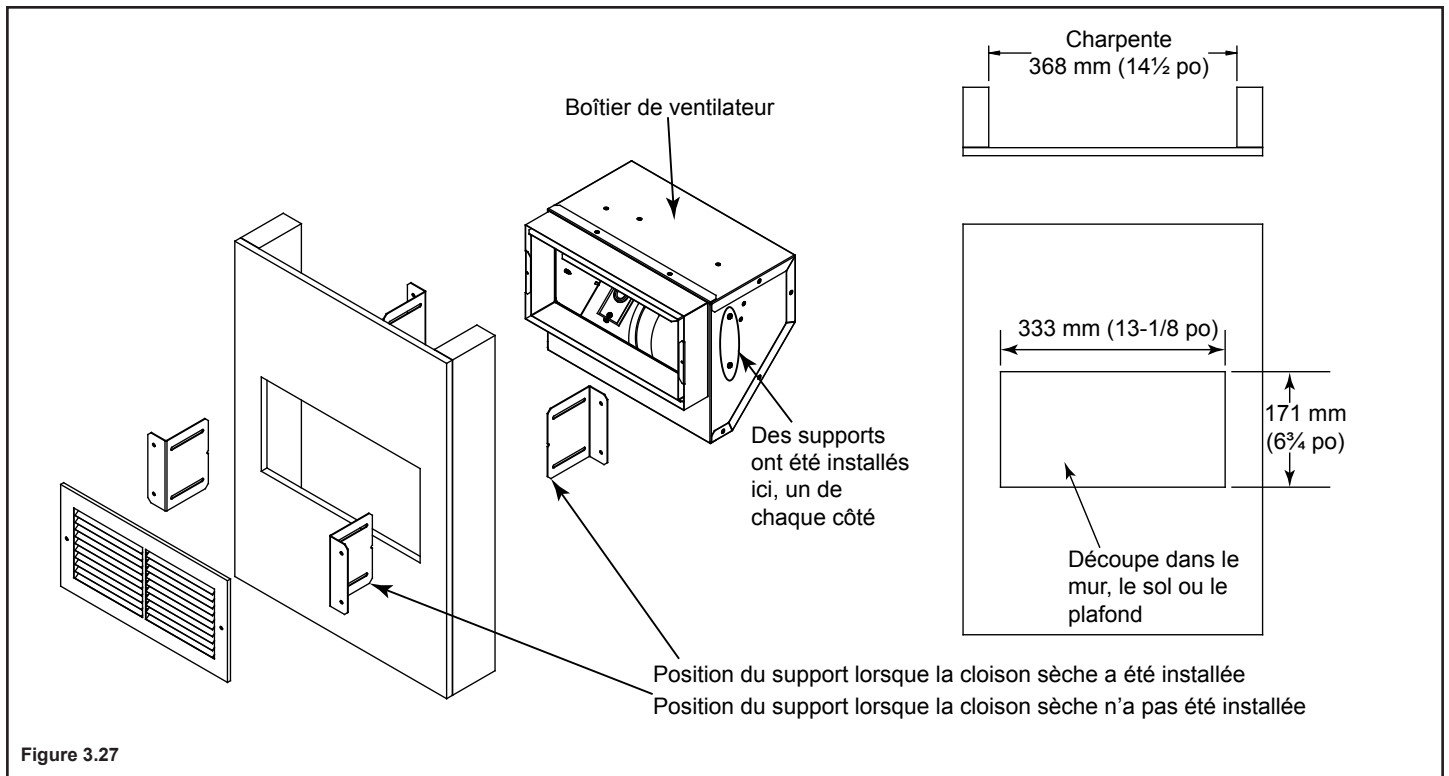

Figure 3.27
- Déterminez l'emplacement de l'ensemble composé du registre d'air et du boîtier du ventilateur. Découpez un trou de 177 mm x 333 mm (6-3/4 po x 13-1/8 po) entre les éléments de charpente (montants muraux ou solives de plancher). Fixez les supports au boîtier du ventilateur à l'aide des vis fournies. On peut faire pivoter les supports de 180° et les fixer au côté arrière du 2 x 4, le cas échéant. Voir la figure 3.27.
- Fixez suffisamment d'évent de type « B » de 152 mm (6 po) selon les besoins de votre installation au boîtier du ventilateur. **On autorise au maximum quatre (4) coudes à 90°.** Vissez l'évent de type B sur l'adaptateur.